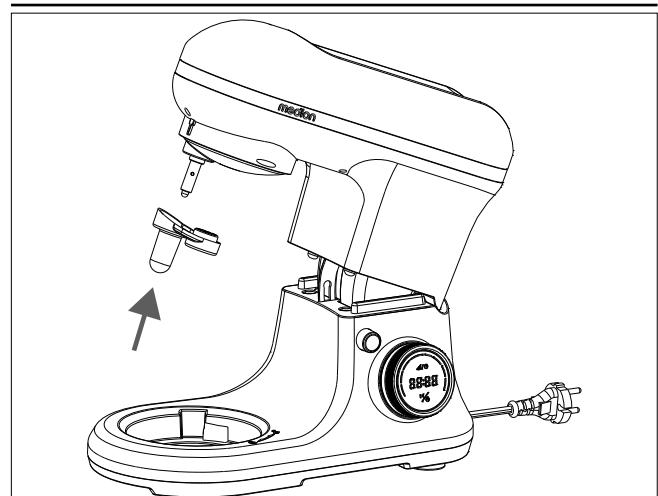

Fig. 8 – Fissare l'elemento di collegamento
- Posizionare l'elemento di collegamento sul supporto del braccio meccanico (vedere Fig. 8).